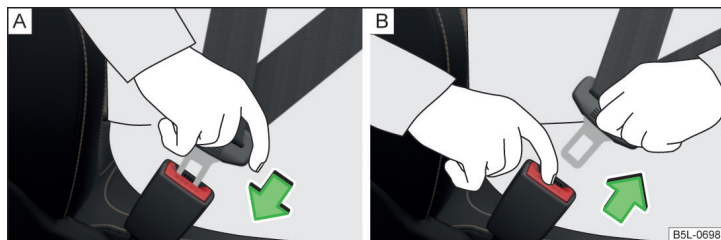

Fig. 5 Fixarea sau desfacerea centurii de siguranță
- Introduceți clema de fixare în catarama aferentă a centurii de siguranță » fig. 5 - [A] până când se fixează cu un declic.
- Prindeți clema de fixare și apăsați tasta de culoare roșie de pe catarama centurii » fig. 5 - [B], clema de fixare sare în exterior.